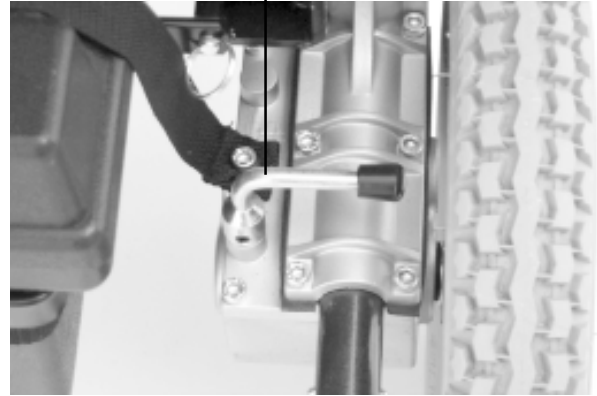

Figure 17. Moteur désembrayé (mode roues libres)
1. Localisez les deux (2) leviers d'embrayage situés sur les moteurs. Voir les figures 17 et 18.
2. Tournez les leviers vers l'extérieur pour passer en mode roues libres. Voir la figure 17.
2. Débrayer les moteurs (mode roues libres). Voir la figure 17.